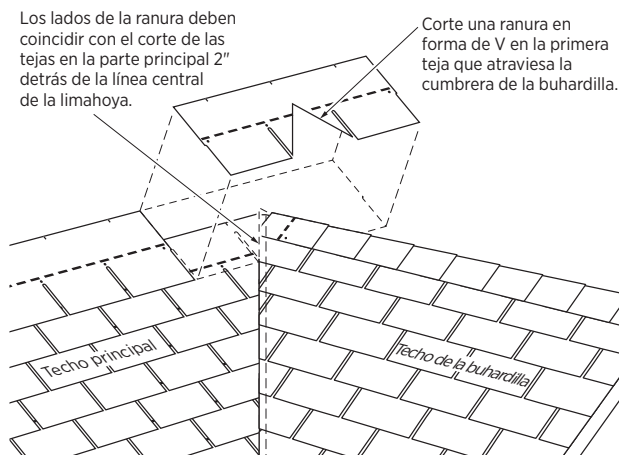

Figura 9-9: La teja con la ranura en V se ajusta sobre la cumbrera de la buhardilla.
3. Corte en la primera teja que cruza por encima de la cumbrera de la buhardilla una ranura en forma de V que se ajuste sobre la cumbrera de la buhardilla. Los lados de la ranura deben coincidir con el corte de las tejas en el sector del techo que se cortaron en la línea central de la limahoya. Corte esta ranura en el área de la distancia entre un borde y otro de la teja. Las tejas en el lado derecho de la buhardilla se deben aplicar de manera que el patrón de la hilera y la alineación horizontal se ajusten a la posición de la teja con la ranura en V (Figura 9-9).